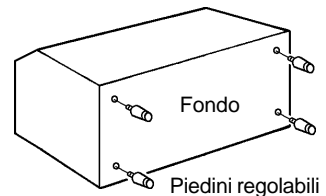

Fig. 3
1) Appoggiare delicatamente la vaschetta di deposito sul lato posteriore in modo da evitare danni. Avvitare saldamente i quattro piedini regolabili (accessori) nei quattro fori apposti sul fondo della vaschetta. V. Fig. 3.